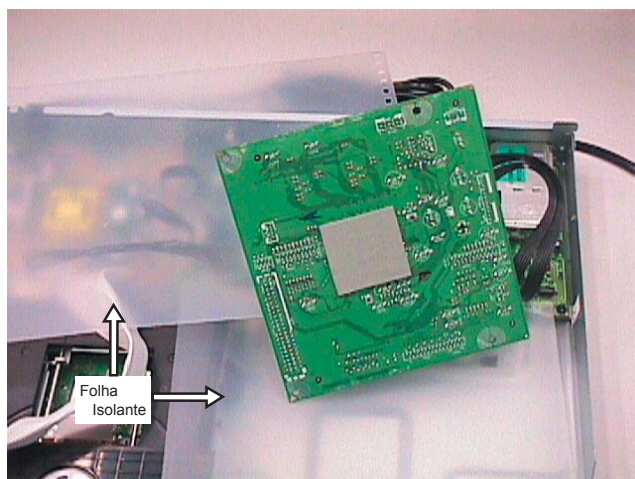

Figura 4-6: Posição de Serviço do Painei Digital
- 2) Posição de Serviço do Painei Digital Board é dado na Figura 4-6.